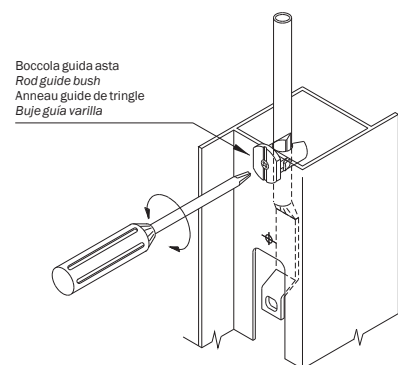

Fig. 3
- 10) Per facilitare eventuali operazioni di smontaggio della serratura è possibile bloccare le aste avvitando le viti delle boccole guida. **Fig. 3**
- 10) In order to facilitate any dismantling operations of the lock it is possible to block the rods by screwing the guide bushes **Fig. 3**
- 10) Pour éventuellement faciliter le démontage de la serrure, on peut bloquer les tringles en vissant les vis des anneaux guide de tringle **Fig. 3**
- 10) Para facilitar eventuales operaciones de desmontaje de la cerradura, se pueden bloquear las varillas enroscando los tornillos de los bujes guía **Fig. 3**